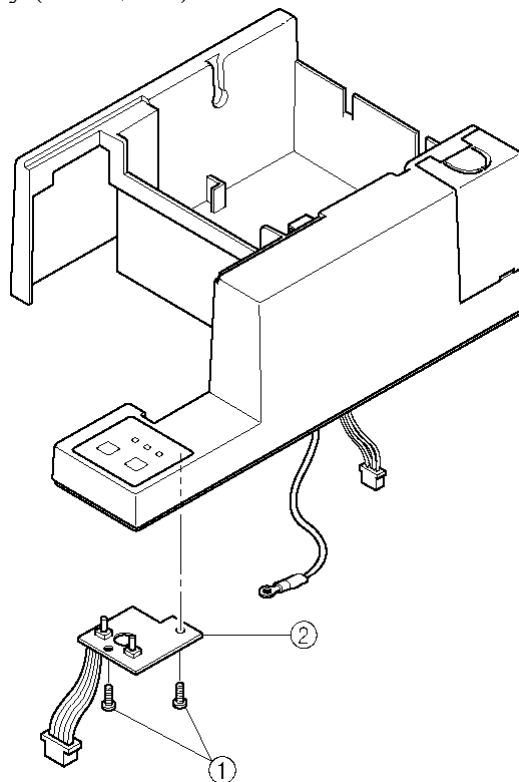

Рисунок 5 Плата индикаторной панели
Отсоединение платы индикаторной панели (см. Рис. 5):
1. Открутите два винта (см. Рис. 5, позиция 1).